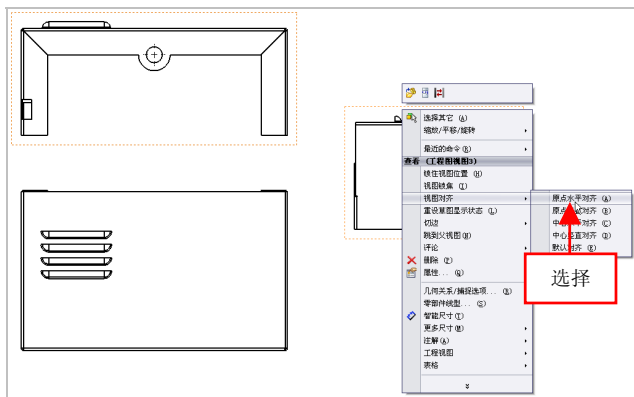

图 12-5 选择【原点水平对齐】选项
(2) 在绘图区中右侧的视图对象上, 单击鼠标左键, 弹出【工程图视图 3】属性管理器, 在选择的视图上单击鼠标右键, 在弹出的快捷菜单中, 依次选择【视图对齐】|【原点水平对齐】选项, 如图 12-5 所示。